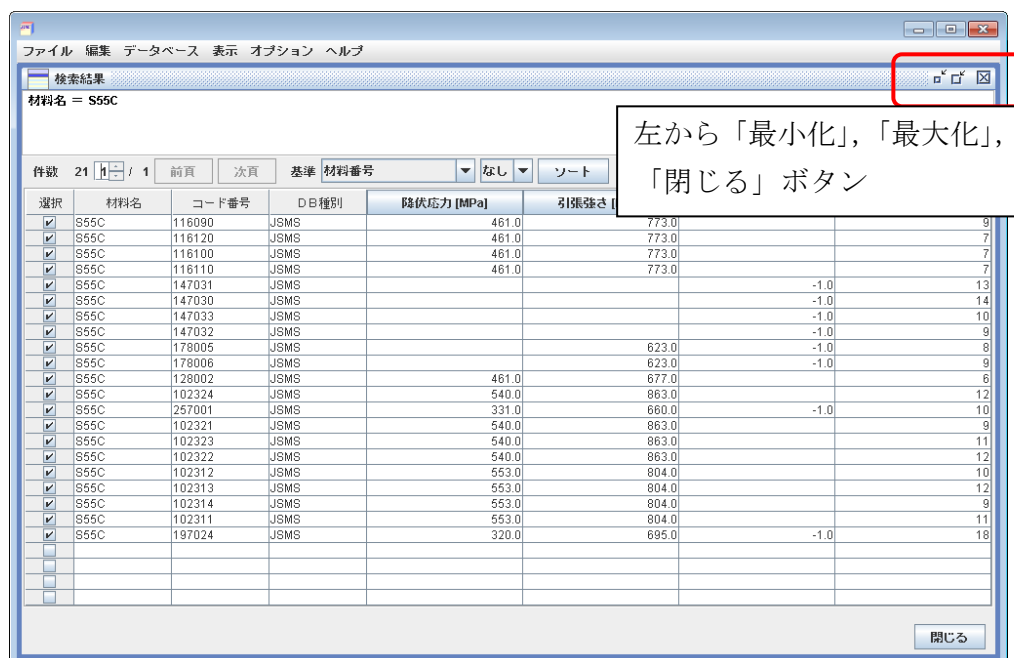

図 3 サブウィンドウ画面（図は例として検索結果画面）
- サブウィンドウには「最小化」、「最大化」、「閉じる」ボタンがそれぞれついています（図 3）。サブウィンドウのサイズも適宜変更可能です。